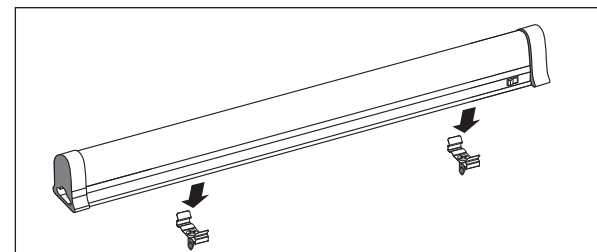

Рис. 2 Установка светильника
- 7.2 Зафиксировать крепления на опорной конструкции. Монтаж производится защелкиванием корпуса в металлические крепления (см. Рис. 2).